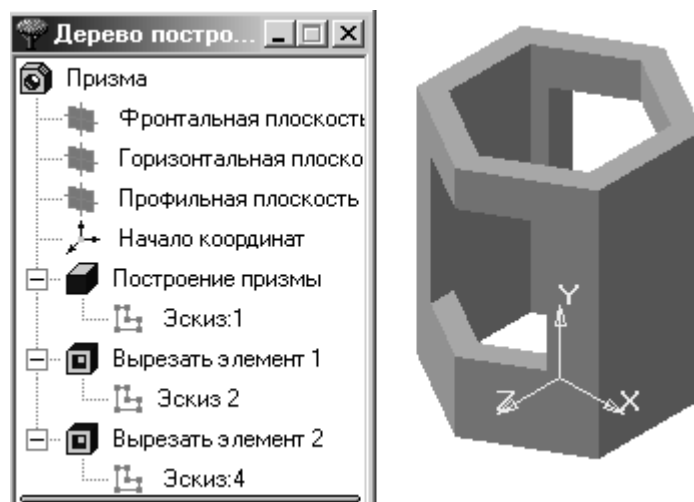

Рис. 25
6. Операцию вырезания фронтально проецирующей призмы выполнить самостоятельно. Окончательный результат редактирования, а по сути – создание новой модели, представлен на рис. 25.